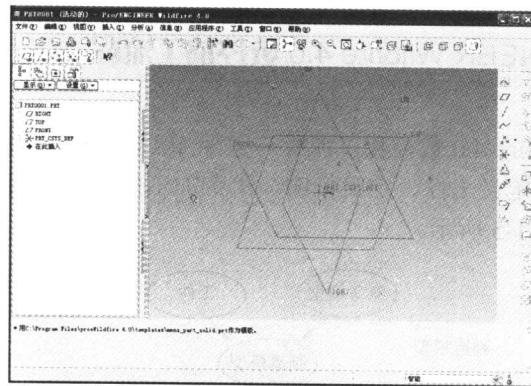

图 1-2 零件造型工作界面
2) 在主菜单中选择“文件”→“新建”命令，在弹出的“新建”对话框中选择“零件”类型，输入文件名后单击**确定**按钮，则 Pro/ENGINEER Wildfire 4.0 将显示如图 1-2 所示实体零件造型界面。此界面窗口左侧滑动面板已转换成“模型树”或“层树”滑动面板，窗口的上侧及右侧分布着各种工具栏，窗口右下角显示为“选取过滤器”，且处于默认的“智能”设置状态。